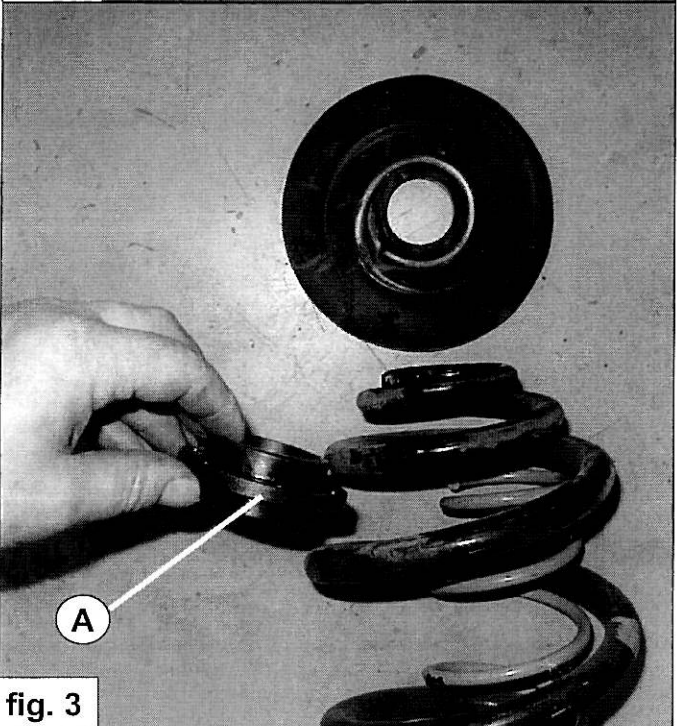

fig. 3
3. Placez la coupelle **A** avec l'indication **0622** vers le ressort auxiliaire, entre celui-ci et le ressort principal vers le haut. Cf. fig.3.
3. Montera övre fjädersäte **A** (med texten **0622** vänd mot hjälpfjädern) mellan hjälpfjädern och huvudfjädern. Se fig. 3.